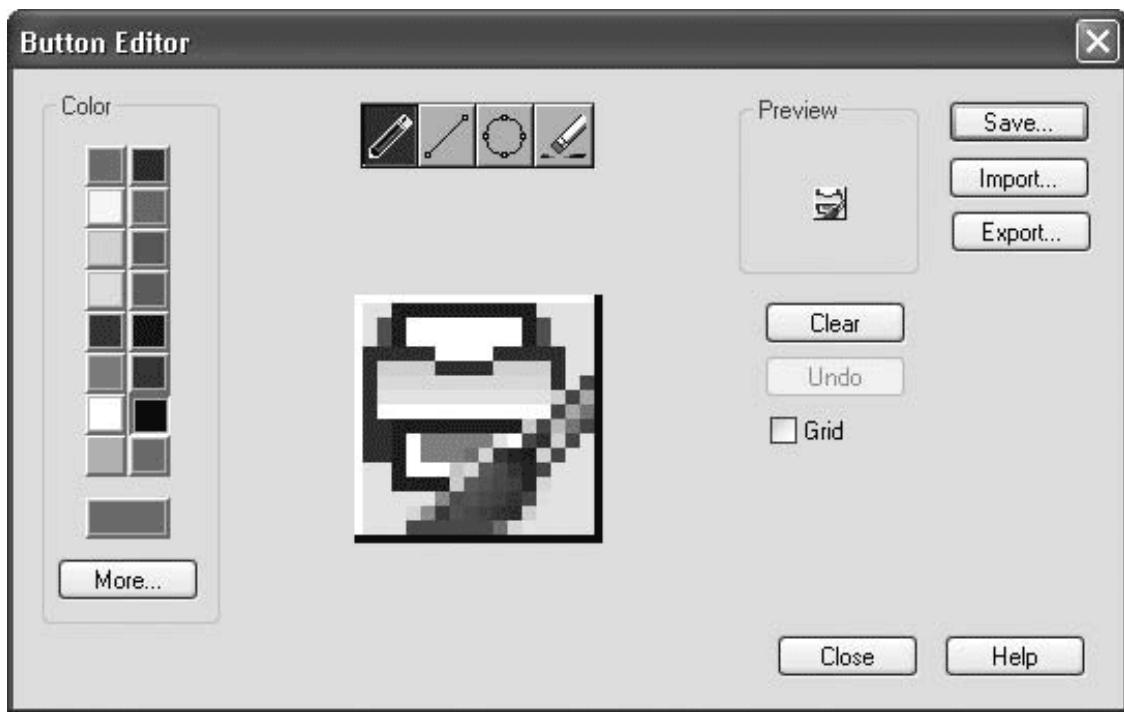

Рис. 1.25. Диалоговое окно Button Editor (Редактор кнопок)
• **Preview** (Предварительный просмотр) – отображает внешний вид выделенного объекта. Здесь же можно изменить вид значка какой-либо команды. Для этого выделите команду в списке **Command List** (Список команд) и в области **Button Image** (Значок кнопки) выберите один из предложенных значков. Если вы хотите вручную нарисовать значок, нажмите кнопку **Edit** (Изменить). На экране отобразится диалоговое окно **Button Editor** (Редактор кнопок) (рис. 1.25). Инструменты, предоставляемые редактором, аналогичны возможностям графического редактора **Paint** – стандартного инструмента операционной системы Windows.